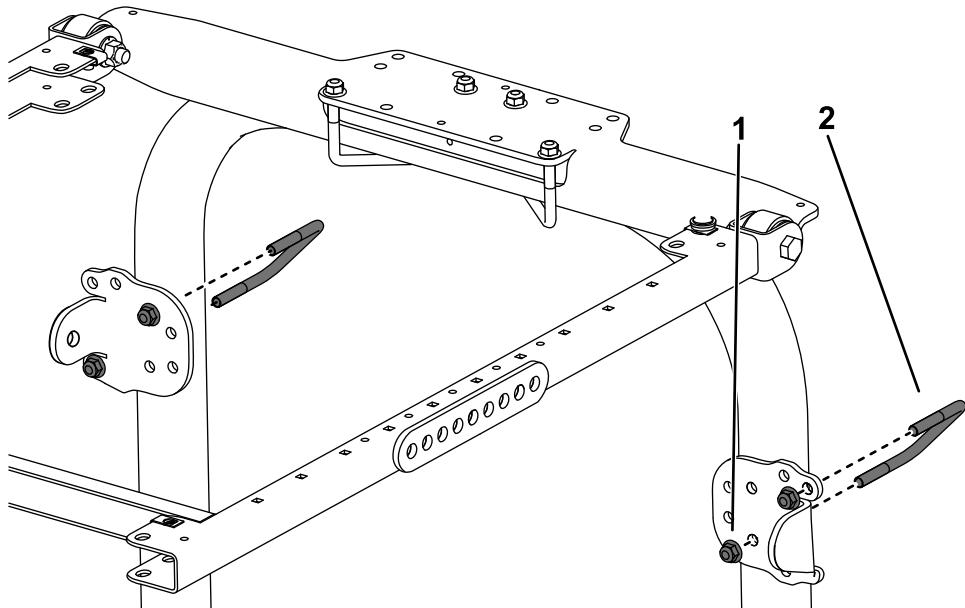

Figura 26
10. Usando los taladros de montaje indicados en la Figura 26, sujeté provisionalmente cada uno de los soportes de los tirantes a los postes de la barra antivuelco con un perno en U (3 1/2" x 2 3/4") y 2 tuercas con arandela prensada.